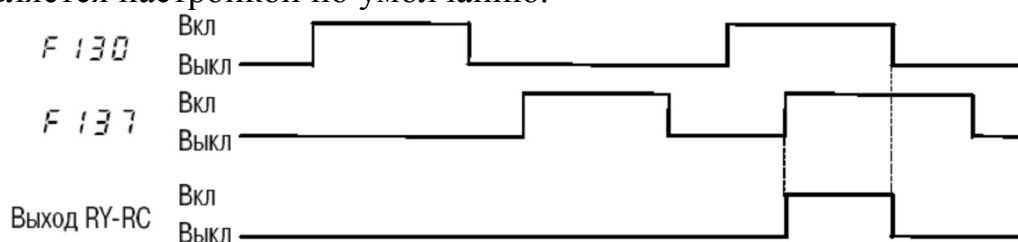

Рис. 2.12 Работа выхода *RY-RC* при двух назначенных функциях и *F139*=0
- 0 – *F130*·*F137* (логическое И, см. рис. 2.12);